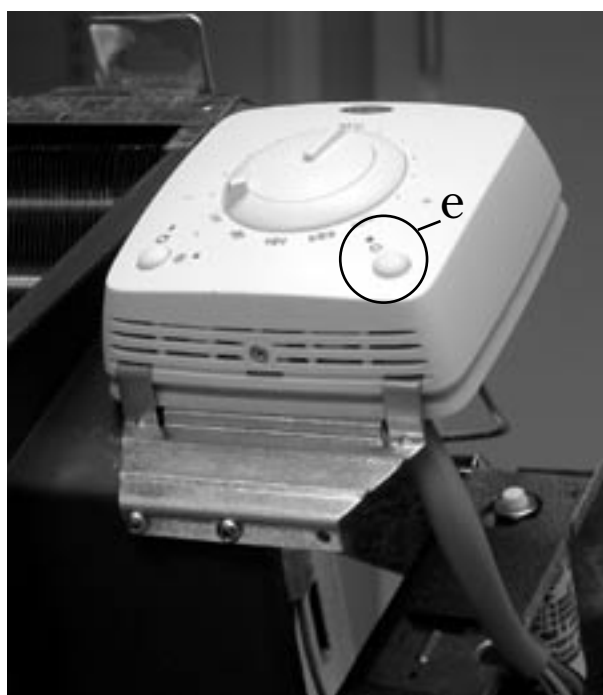

Fig. 2
5. Montera reglerenheten med medföljande montagebleck och skruvar, se fig 2. Reglerenheten skall alltid sitta på samma sida som ellådan